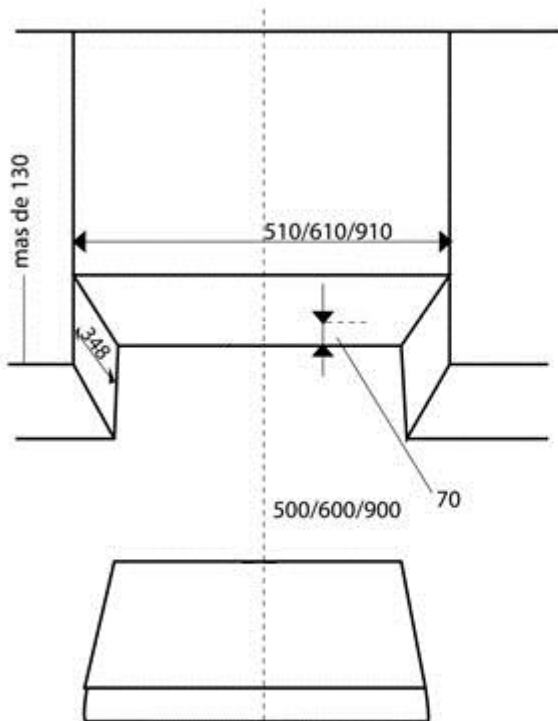

FIG. 5
1. Como se muestra (fig.5), perforo un agujero de 133 mm de diametro en el gabinete comprobar la posicion de la toma de corriente y considerar si el cable de alimentacion del artefacto llega al tomacorriente.